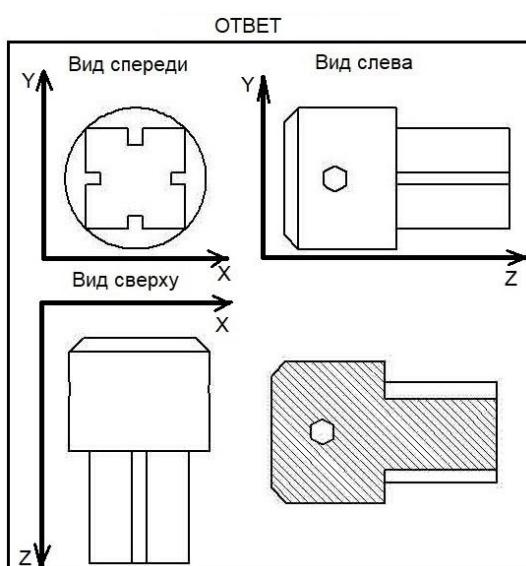

Рис. 8
**Решение.** Деталь состоит из двух соприкасающихся тел – цилиндра с прямой фаской под углом 45 градусов, в котором выполнено шестигранное отверстие, и параллелепипеда, с продольными пазами. В разрезе необходимо нарисовать линии пересечения плоскости и цилиндра вдоль образующей, а также линии, обозначающие пазы, то есть прямые (рис. 8).